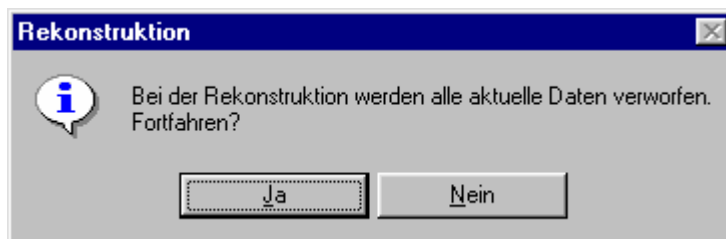

Bild 1: Sicherheitsabfrage vor einer Rekonstruktion
1. Nach dem Einleiten der Rekonstruktionsprozedur erscheint eine Sicherheitsabfrage (vgl. Bild 1). Eine Bestätigung der Abfrage mit *"Ja"* setzt den Vorgang weiter fort. Es ist zu beachten, dass alle bis zu diesem Zeitpunkt in der Datenbank abgelegten Geräteinformationen durch die im weiteren Vorgang ausgelesenen Daten ersetzt werden! Durch Betätigung der Schaltfläche *"Nein"* wird die Rekonstruktion abgebrochen, ohne die Datenbankinformationen zu verändern.